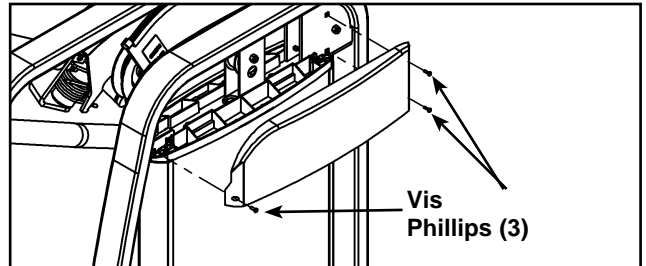

Figure 16
- C. Installez les trois vis Phillips qui fixent le capot supérieur (arrière). Reportez-vous à la figure 16.